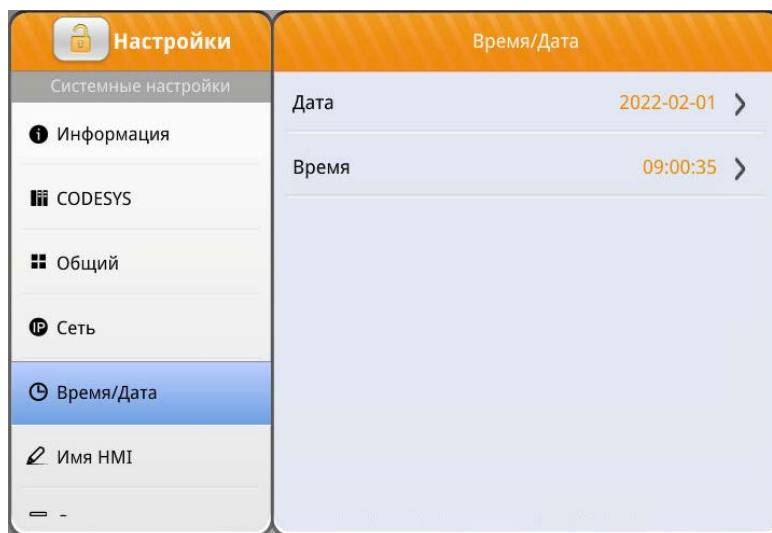

Рисунок 39 – Вкладка «Время/Дата»
Во вкладке «Время/Дата» (рисунок 39) можно изменить дату и время.
- Время/Дата (рисунок 39);